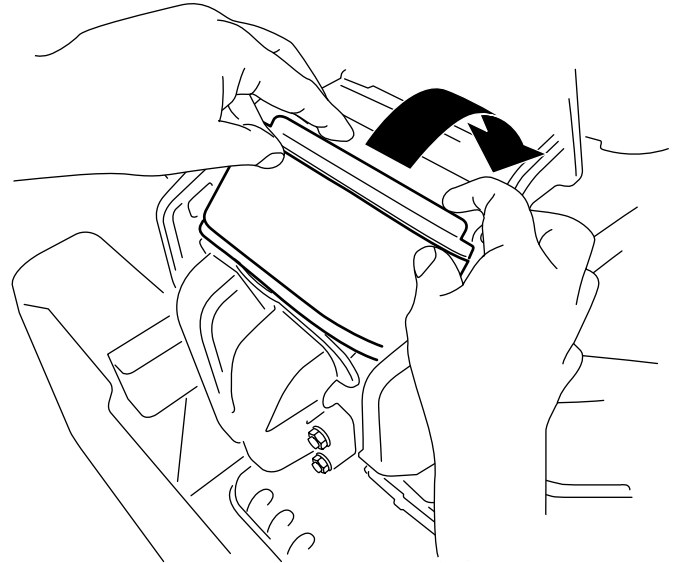

Bild 38
3. Drehen Sie den Filter nach unten in die Kammer und führen ihn vollständig gegen den Verteiler ein (Bild 38).